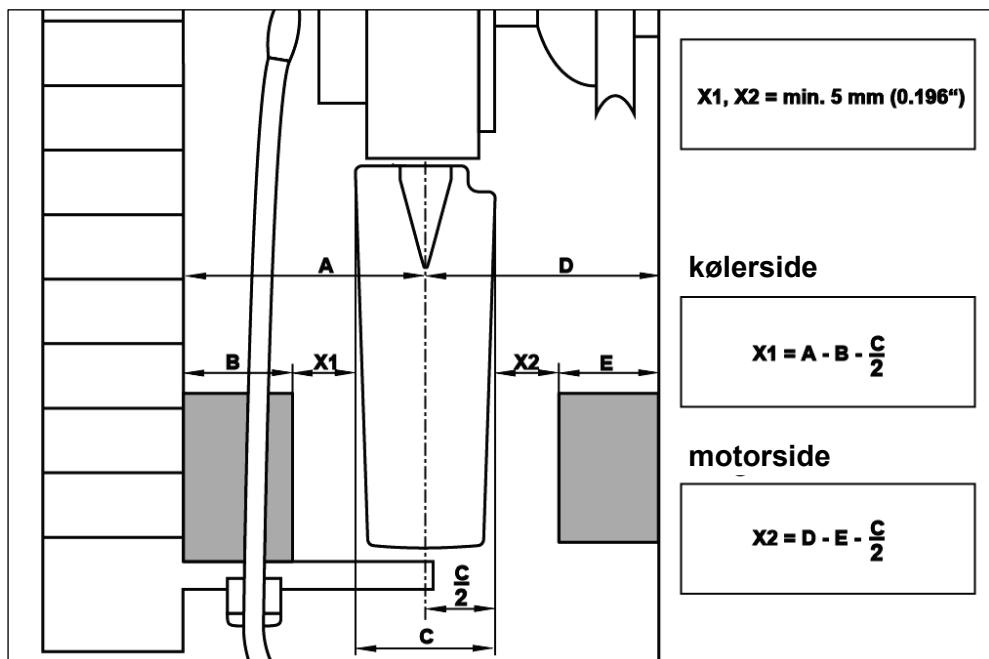

Fig. 39
33) Mål, om der er nogen genstande i vejen (se Fig. 39).